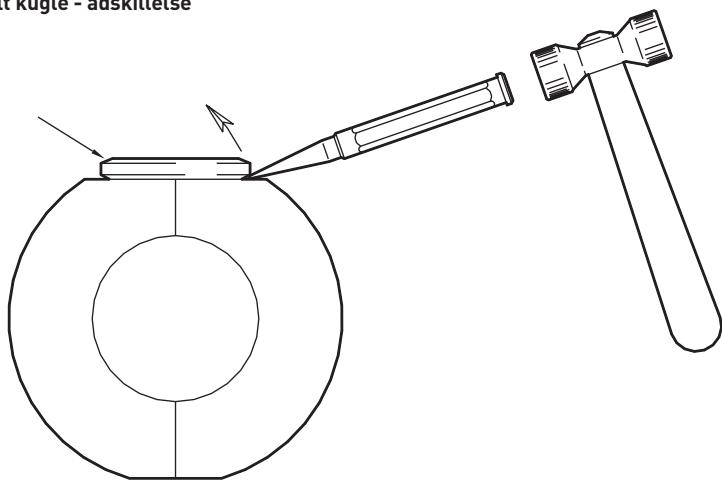

FIG. 1
5.1. Afmonter låseringen, (som vist i Fig. 1).